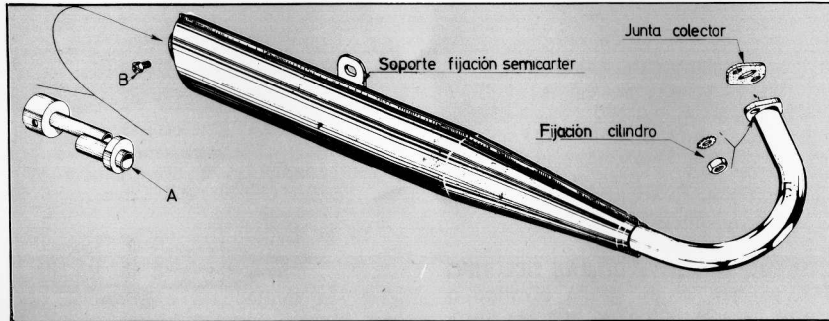

Fig. 25
Desmontar tubo (A) (fig. 25); para ello, quitar el tornillo (B) y extraer el tubo.